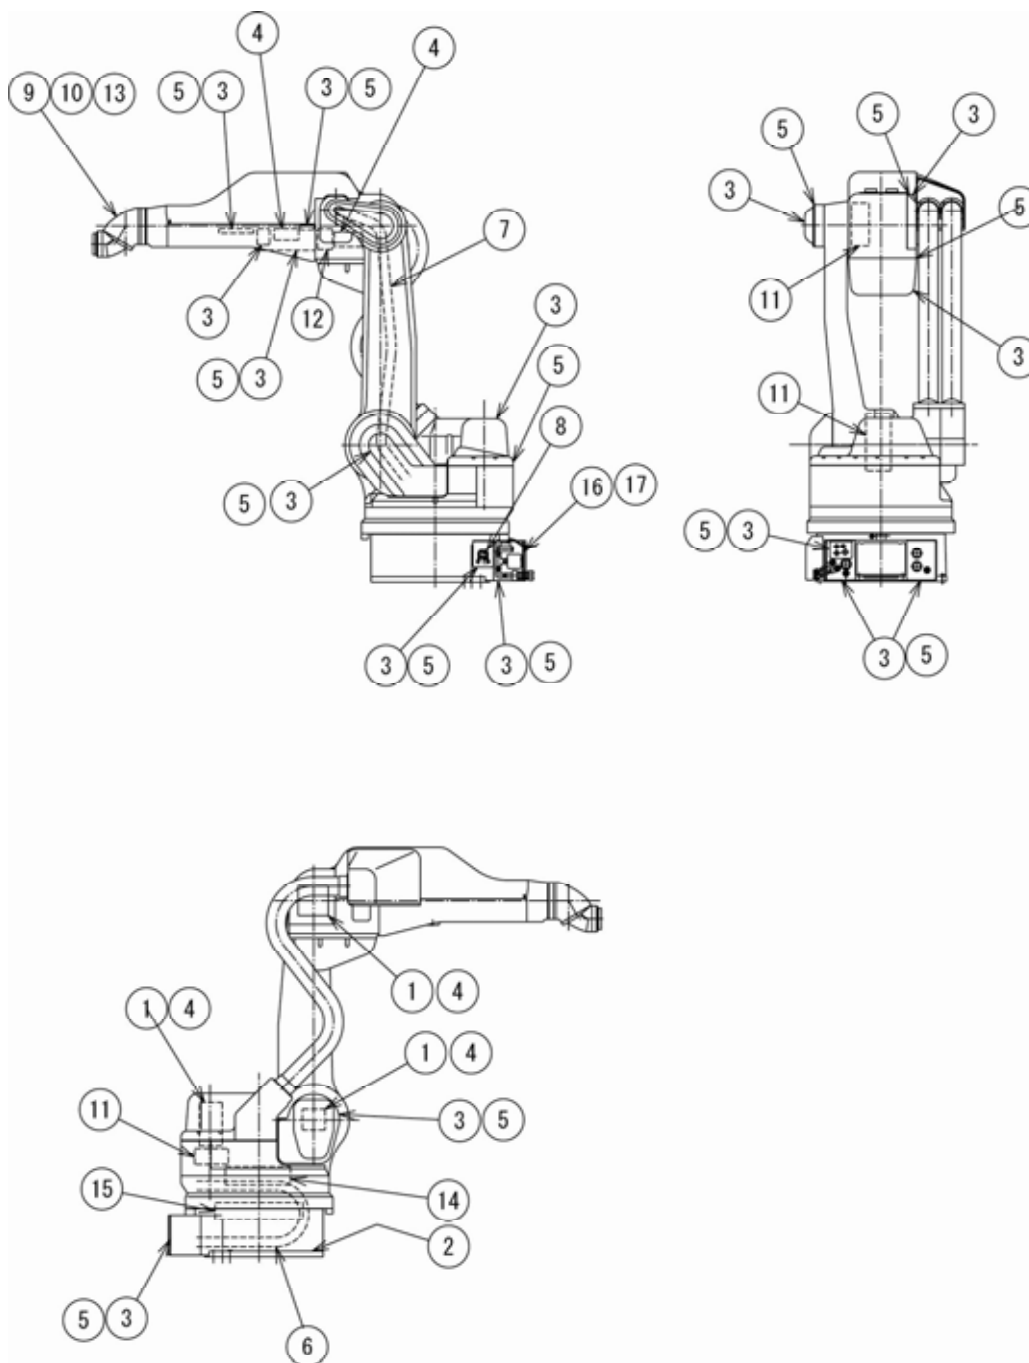

图 15 检修部位与作业序号
(2)	腕部齿轮		○				润滑油枪	检修有无异常（异常发生时更换） （每隔 6000H）补充一次润滑油*3。参照 9.2.1 条。		○	○
(3)	S 轴齿轮		○				润滑油枪	检修有无异常（异常发生时更换） （每隔 6000H）补充一次润滑油*3。参照 9.2.1 条。		○	○
(4)	S 轴十字交叉轴承		○				润滑油枪	检修有无异常（异常发生时更换） （每隔 6000H）补充一次润滑油*3。参照 9.2.1 条。		○	○
(5)	防爆装置		○					确认压力开关、总阀防爆系统的动作确认（异常时更换） 参照 9.4 条		○	○
(6)	空压单元		○					确认电磁阀、减压阀的动作（发现异常时更换） 过滤器更换（每隔 6000H）参照 9.3 条
(7)	保护管		○	○			触觉目视	（6000H）检查保护管 （12000H）更换保护管	○	○	○
(8)	大修					○					○
*4：检修位置请参照“图 15 检修部位与作业序号”。
“图 15 检修部位与作业序号”显示各个部位的位置。